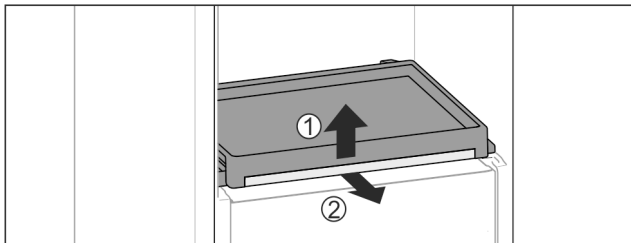

Fig. 49
- ▶ Sortir la bordure télescopique avec la tablette : Soulever légèrement la tablette par l'avant Fig. 49 (1) et la sortir vers l'avant Fig. 49 (2).